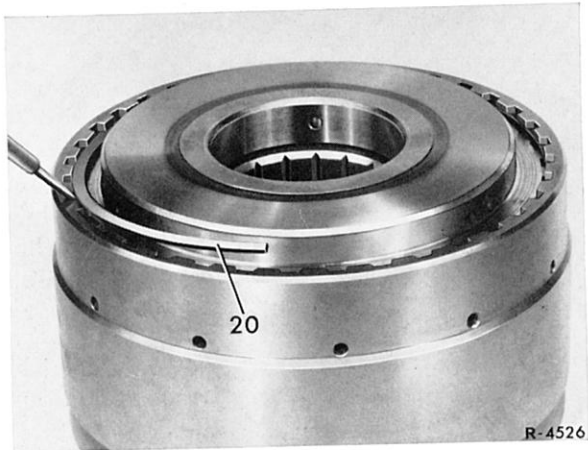

Bild 27–3/18
1 Sprengring gerade (20) mit einem Schraubenzieher aus der Nut herausdrücken und herausnehmen (Bild 27–3/18).